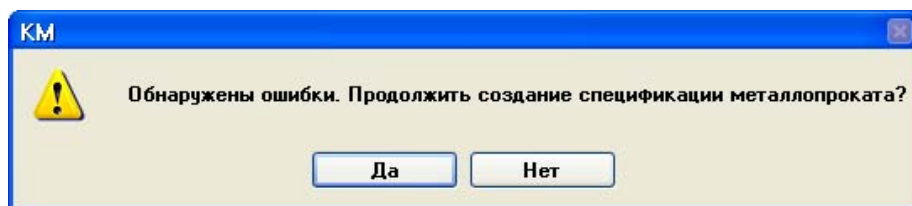

Рис.13.21. Диалоговое окно КМ
- На экране появляется новое диалоговое окно КМ (рис.13.21).